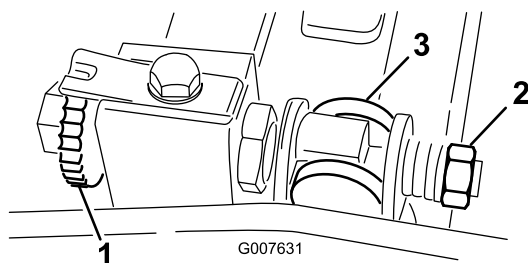

Figura 56
1. Gire el tornillo de ajuste de la barra de asiento en el sentido contrario a las agujas del reloj para alejar la contracuchilla del molinete (Figura 56).
2. Afloje la tuerca de tensado del muelle hasta que el muelle deje de presionar la arandela contra la barra de asiento (Figura 56).